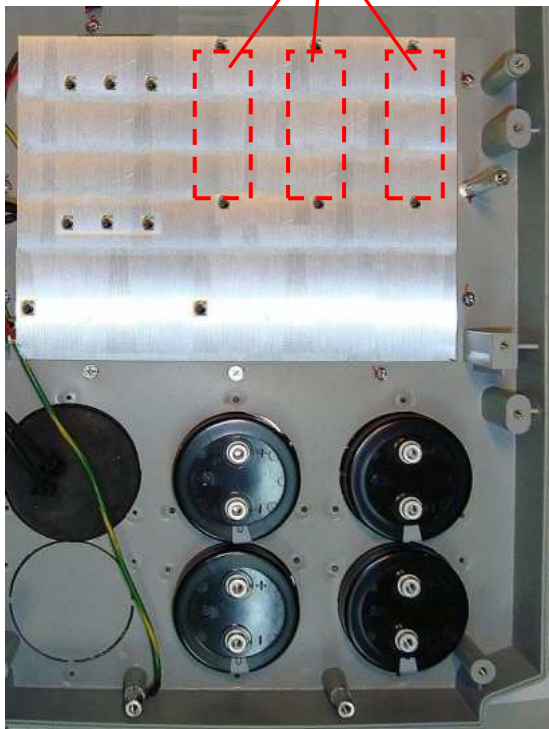

Рис. 7.8
7.5.2. Протереть радиатор в месте установки модуля салфеткой, смоченной СБС (рис. 7.8).
7.5.3. Установить модуль над отверстиями радиатора (рис.7.8, 7.9). Слегка притереть модуль к радиатору и вкрутить два винта для предварительного крепления модуля (рис. 7.9, желтые стрелки).